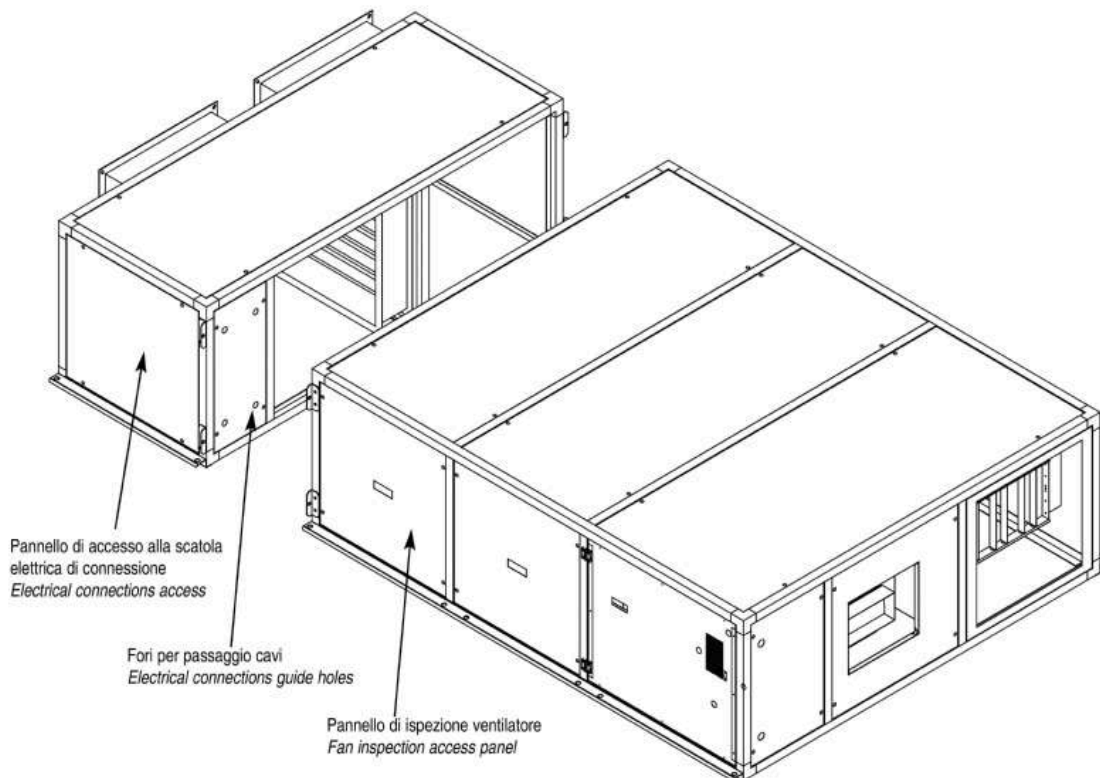

fig. 5
- Aprire il pannello laterale di accesso alla scatola elettrica della RMS e aprire il pannello ispezione ventilatore dell'unità (fig. 5). Passare i cavi di alimentazione dei servocomandi, predisposti di lunghezza adeguata sul lato dell'unità principale, tramite i fori appositi.
- Remove the electrical connection panel of the RMS and the fan inspection access panel (fig. 5). Pass the actuator cables, arranged on the unit side, through the holes: see the picture below.